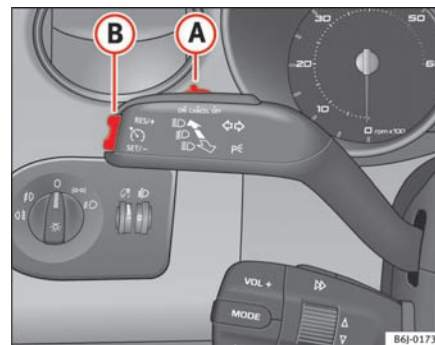

Fig. 112 Blink- og fjernlysarm: kontakt og vippe-knap til fartpilot
- Tryk et kort øjeblik på den nederste del af vippeknappen **SET** ⇒ side 148, fig. 112 **(B)**, når den hastighed, der skal gemmes, er nået.